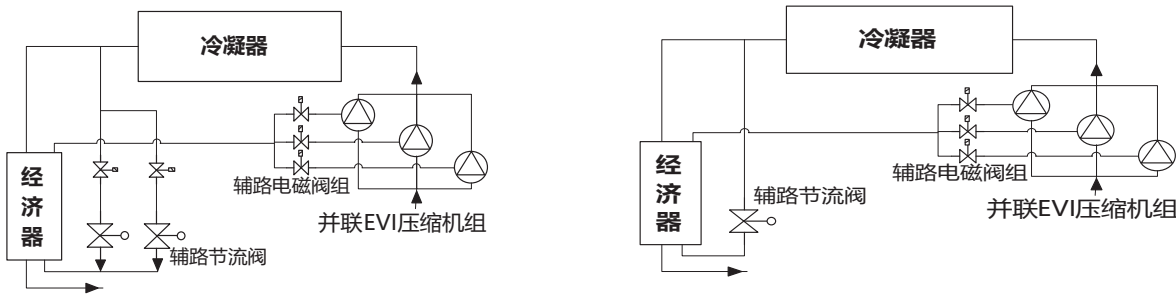
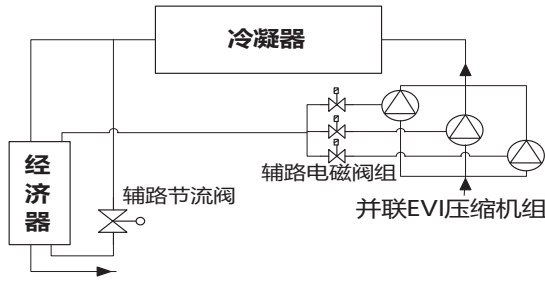

图3-5：用不同容量的热力膨胀阀控制喷气
图3-6：用电子膨胀阀控制喷气
- 选用换热器和热力膨胀阀时，必须考虑到部分负荷工况。共用换热器必须要能够平均分配制冷剂，而且在部分负荷工况时也能良好供液。如果能量调节范围很广（比如2台压缩机并联），可以用一个电子膨胀阀（EXV）或者两个热力膨胀阀（TXV,两个热力膨胀阀分别由各自的电磁阀控制），这样可以提高系统的表现，比如一个阀配比100%的负荷，另一个阀配比30%负荷，如（图3-5）和（图3-6）所示。需要注意的是，第二个回路的管路设计一定要合适，避免过高的压力损失。另外要主意的是管路设计及布置不要留油阱。